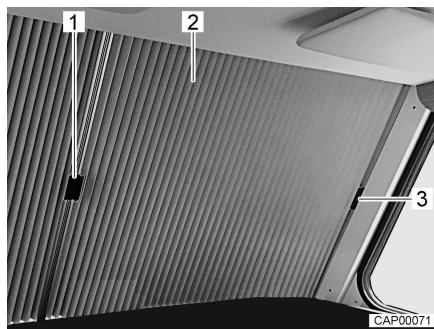

Fig. 24 Estor plegable para la luna delantera (cerrada)
- Tirar el asidero (Fig. 24,1) de cada una de las mitades de estor plegable (Fig. 24,2) hacia el centro de la luna delantera con precaución, hasta que el cierre magnético mantenga cerrado el estor plegable.
- Empujar el asidero (Fig. 24,1) de cada una de las mitades de estor plegable (Fig. 24,2) hacia afuera insertándolos debajo de la cubierta en la columna A.
- Fijar el respectivo asidero en la cubierta (Fig. 24,3) encajándolo.